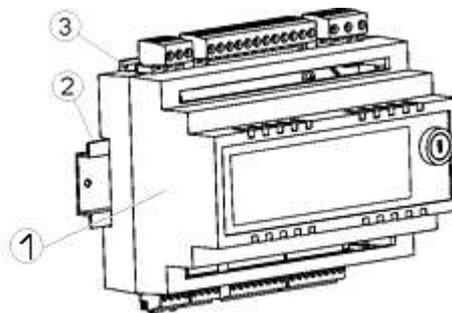

Рис. 1 Размещение модуля на DIN рейке:
Для установки расширительного модуля на DIN рейку поднимите плоской отверткой защелку-крепление (3) вверх как показано на Рис. 1, а после верните ее в исходное положение. Убедитесь, что модуль надежно закреплен и его невозможно снять без применения инструментов.